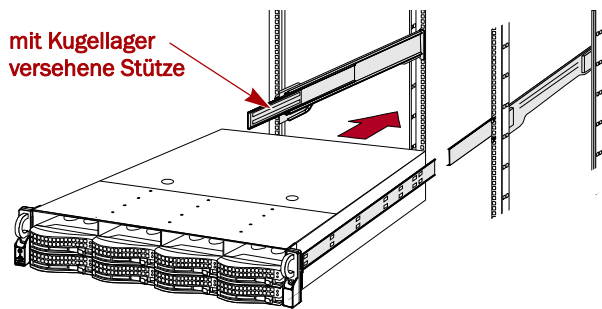

Abbildung 9. Einsetzen des Erweiterungs-Arrays in das Rack
2. Stellen Sie sicher, dass sich die mit Kugellager versehenen **Stützen vorne** befinden (Abbildung 9).